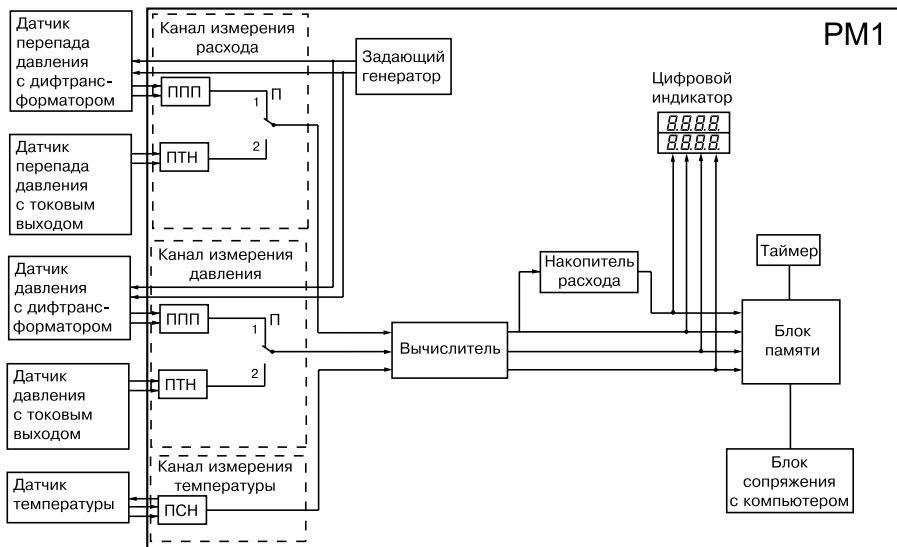

Рис. 3
3.2.1. Общая функциональная схема расходомера *PM1* приведена на рис. 3.